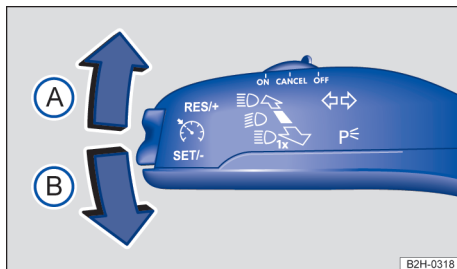

Fig. 75 À esquerda na coluna de direção: alavanca dos indicadores de direção e do farol alto.
- Trazer a alavanca dos indicadores de direção e do farol alto da posição central para a seguinte posição → Fig. 75:
- ① Piscar à direita ➡.
- ② Piscar à esquerda ←.